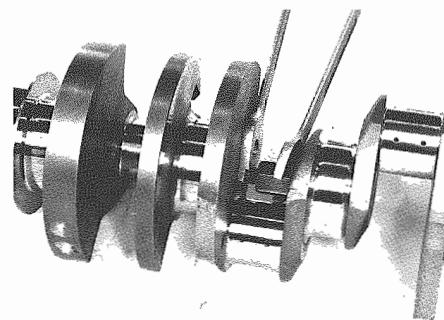

Fig. 119 - Bullone a cianfrinare No. 46
- Tappi centrali: bullone a cianfrinare n. 46 (**Fig. 119**), o Loctite 241.
- Central plug: bolt and calking No. 46 (**Fig. 119**) or Loctite 241.